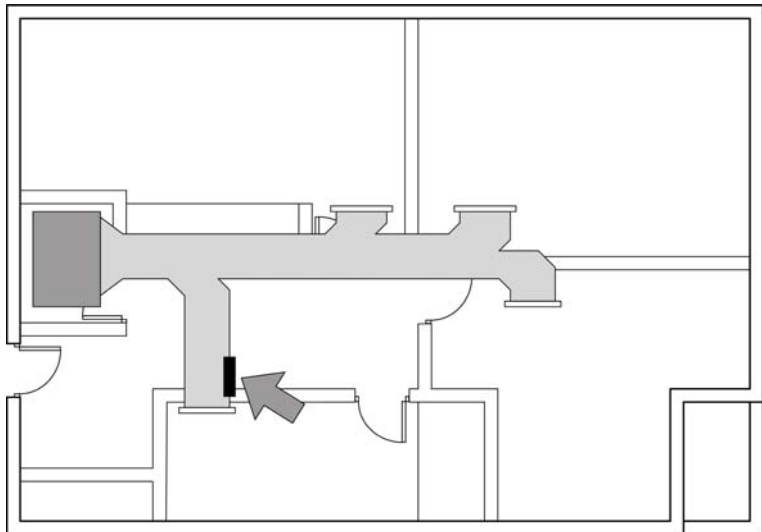

Fig. 7
- 4) En caso de, una vez realizados todos los ajustes pertinentes y quede una zona con velocidad de impulsión por encima del rango, se recomienda la utilización de una compuerta de seguridad para aliviar dicha velocidad. Este habrá de instalarse en las salidas con mayor velocidad de impulsión (Ver Fig. 7).
- 5) In case of having adjustment finished, there remains an outlet that is not within the acceptable airflow speed range, the usage of a Security Bypass Damper is required. It should be installed on this outlet (Seer Fig. 7).
- 5) Dans le cas où, une fois tous les réglages effectués, la vitesse de soufflage d'une zone reste supérieure à la limite préconisée, il est recommandé d'utiliser un registre de sécurité pour diminuer cette vitesse. Celui-ci devra s'installer au niveau des bouches présentant les vitesses de soufflage les plus élevées (Voir Fig. 7).
- 5) Nel caso in cui, una volta realizzata l'equilibratura sussista una zona con velocità in uscita troppo elevate, si raccomanda l'installazione di una serranda di sovrappressione (Vedere Fig. 7).